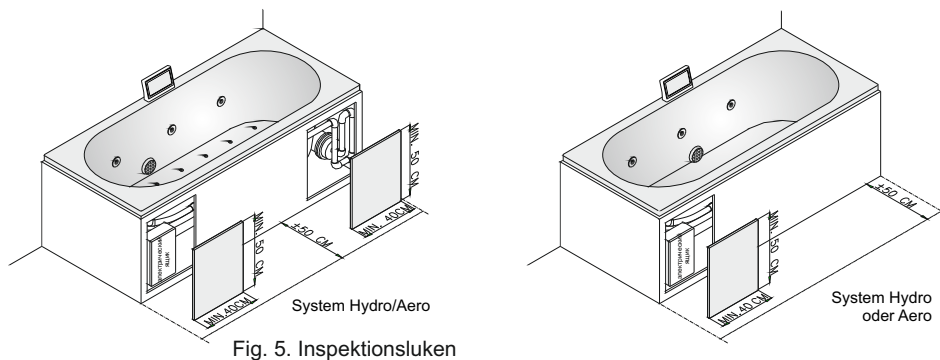

Fig. 5. Inspektionsluken
- Inspektionsluken (min. 40 x 50 cm) für Wartungsarbeiten (zumindest an den Motoren). Vor den Öffnungen muss mindestens 50 cm freier Raum sein, um die Technik erreichen zu können (siehe Abb. 5). Des Weiteren empfiehlt RIHO die Installation einer Serviceluke in der Nähe der Überlauföffnung.
Für Wartungsarbeiten müssen die Wannenschürze oder die Fliesen mit einer spritzwasserdichten Luke (min. 40 x 50 cm) ausgestattet sein. Solch eine Luke muss für jeden Motor und die Heizung vorgesehen werden. Vor der Luke muss mindestens 50 cm Platz sein, um den freien Zugang zu der Elektronik zu gewährleisten (siehe Fig. 5). Weitere Informationen zu der exakten Position der Luken finden Sie im RIHO Technikatalog. Der RIHO-Wartungsdienst kann die Motoren nicht warten, wenn keine oder zu kleine Luken vorhanden sind. Um einen optimalen Zugang zu den Motoren zu ermöglichen, empfiehlt RIHO, die entsprechenden Schürzen zu verwenden (falls für die Badewanne vorhanden).